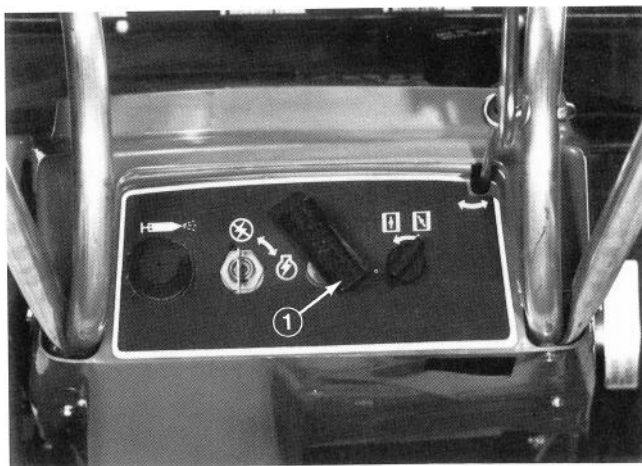

Figure 5
1. Amorceur (Figure 5) - Poussez le bouton d'amorçage pour injecter une petite quantité d'essence dans le carburateur, pour faciliter le démarrage du moteur par temps froid. N'UTILISEZ PAS L'AMORCEUR LORSQUE LE MOTEUR EST CHAUD.
2. Étrangleur (Figure 5) - Faites tourner la commande de l'étrangleur dans le sens des aiguilles d'une montre pour mettre le moteur en marche. Comme il étrangle le passage de l'air dans le carburateur, le moteur reçoit un mélange riche qui facilite le démarrage.
3. Contact d'allumage (Figure 5) - Le contact d'allumage a deux positions: MARCHE et ARRÊT. Tournez la clé à la position MARCHE pour mettre le contact; vous pouvez ensuite
4. Démarreur à rappel (Figure 5) - Tirez la poignée du démarreur à rappel pour mettre le moteur en marche.
5. Commande de direction des ailettes (Figure 5) - Tournez la commande de direction des ailettes pour diriger le jet de neige d'un côté ou de l'autre, ou vers l'avant.